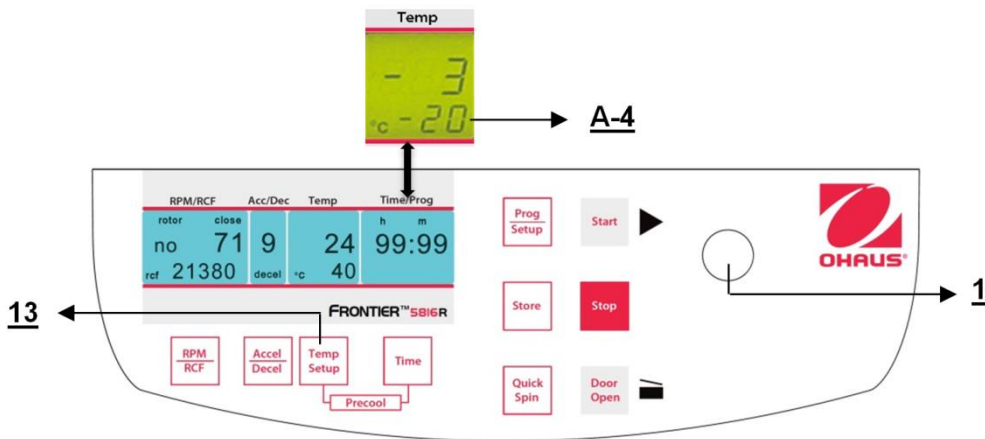

Figure. 19
Cette fonction est activée par la touche **"Temp/Setup"** (13). Après avoir appuyé sur cette touche de l'affichage **"Time/Prog"**, l'indication **"°C"** (A-4) clignote. Avec le bouton de réglage (1), la température de test désirée peut être présélectionnée par incréments de 1 °C dans la plage de -20 °C à +40 °C. La valeur est indiquée en permanence sur l'affichage (figure 19), avant, pendant et après la centrifugation. Prendre note des températures les plus basses des rotors à la vitesse maximum !